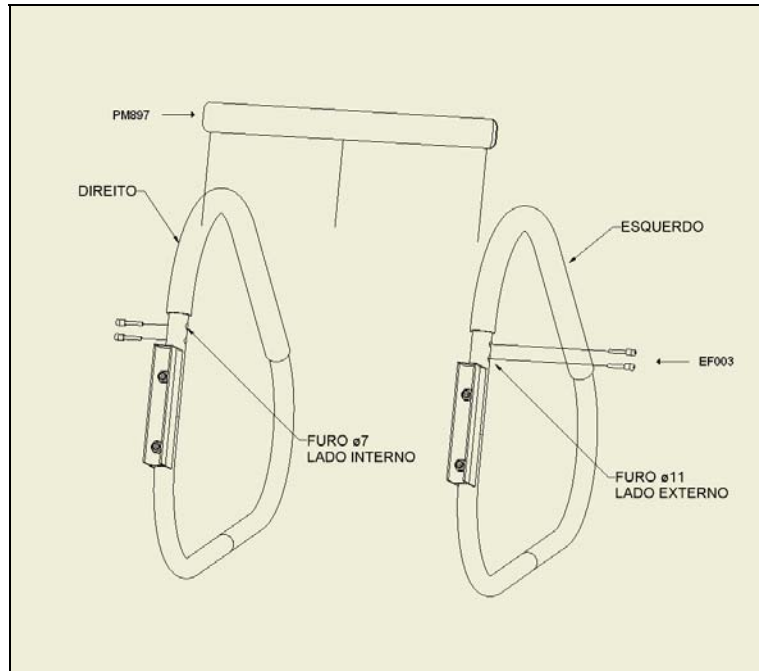

Figura 12
- h- Fixe os triângulos na travessa PM897 com os elementos de fixação EF003. Verifique o lado direito e esquerdo. Para mais detalhe veja a Figura 12.